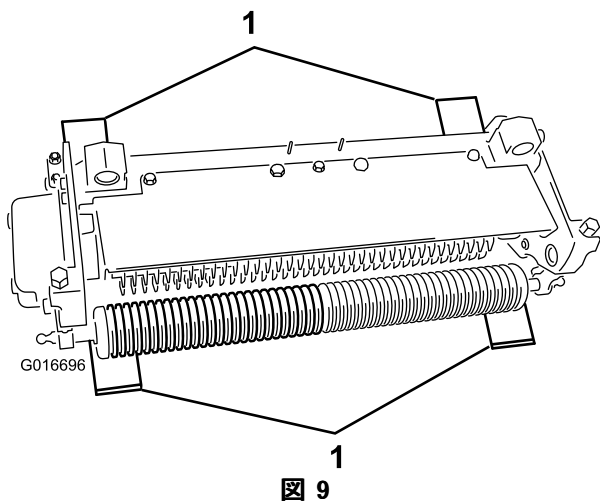

図 9
2. 希望する設定高さ（地表面からの高さ）に、4本のゲージバーを設定し、これらのゲージバーをサッチングユニットの前後のローラの下に当てる（図 9）。